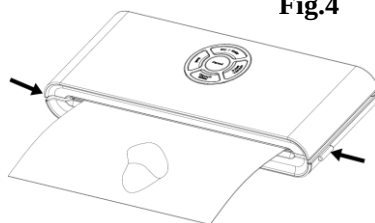

Fig.4
5. Trykk på knappen Seal for å starte forseglingen av posen – **Fig. 4**
7. Vakuumpakkingen er ferdig. Trykk på utløserknappene på begge sider av apparatet samtidig for å åpne dekslet og ta ut de forseglede posene – **Fig. 4.**